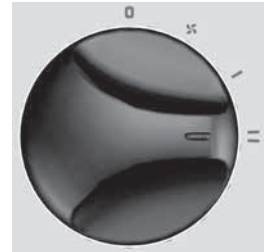

fig. 5
- Zur Aktivierung der Funktion HÖCHSTLEISTUNG drehen Sie den Knopf "C" (Abb. 1) so, dass der Bezug "I" mit dem Symbol "II" auf der Bedienkonsole (Abb. 5) zentriert ist.
- Para activar la función POTENCIA MÁXIMA, gire la manija "C" (fig. 1) de tal forma que la referencia "I" quede alineada con el símbolo "II", presente en el panel de mandos (fig. 5).